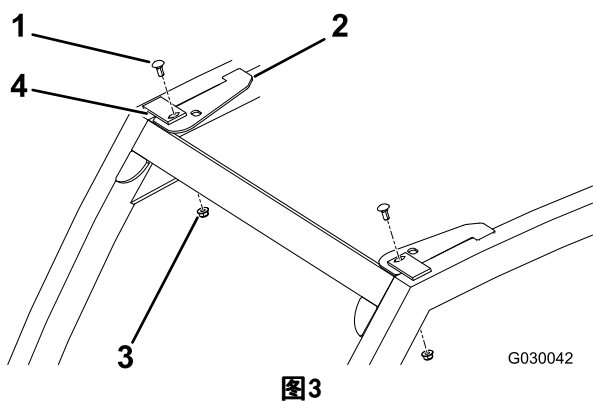

图3
- 如 图3 所示，固定前支架。
- 托架螺栓 (2)
- 前支架 (2)
- 凸缘螺母 (2)
- 用托架螺栓和凸缘螺母固定支架（图3）。